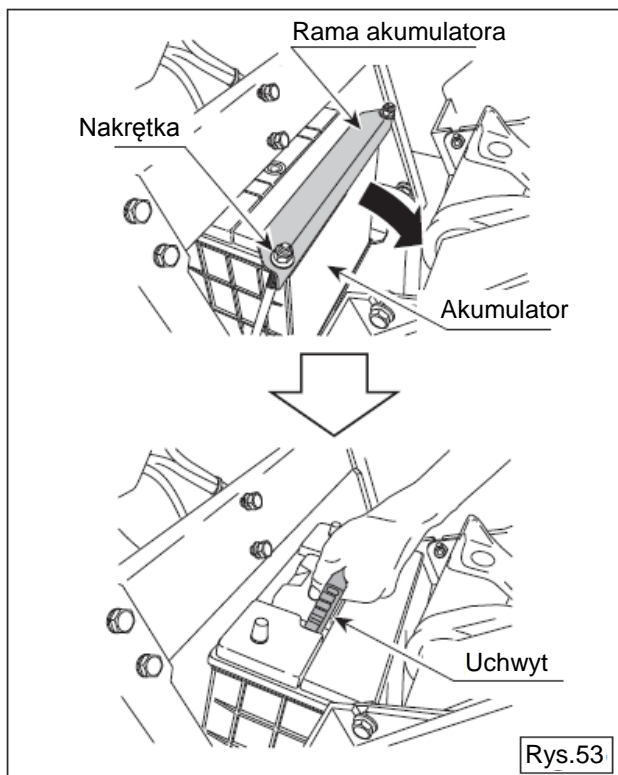

Rys.52
- 2 Poluzuj (bez wykręcania) dwie śruby M8 mocujące filtr cyklonowy. Wyjmij filtr cyklonowy, wysuwając go w dół. (Rys.52)